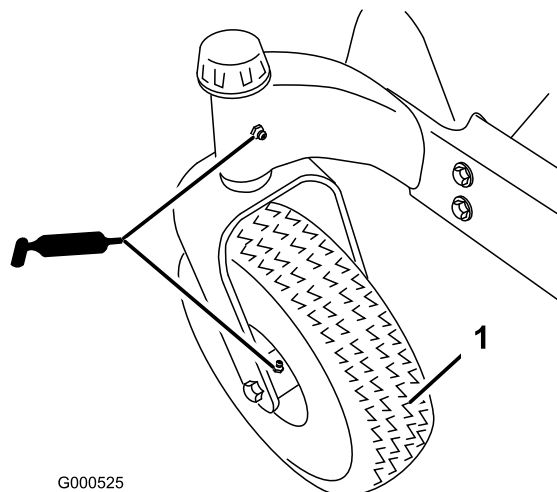
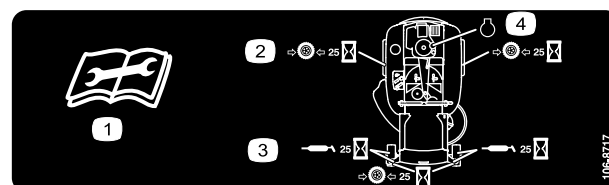

Figura 28
Figura 29
Ingrassate i perni delle ruote orientabili anteriori e le ruote (Figura 28).
3. Pulite i raccordi d'ingrassaggio (Figura 28 e Figura 29) con un cencio, e togliete eventuali tracce di vernice davanti ai raccordi.
4. Collegate un ingrassatore a pressione a ciascun ingrassatore (Figura 28 e Figura 29). Pompate del grasso nel raccordo finché non inizia a fuoriuscire dai cuscinetti.